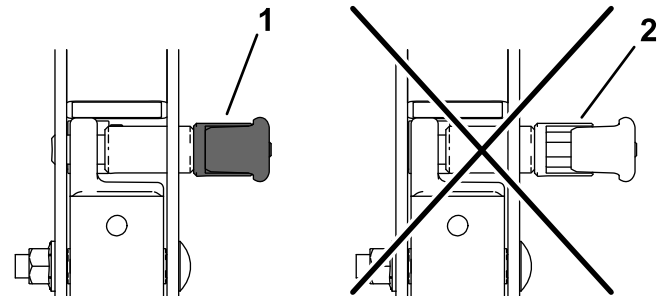

Figura 61
**Nota:** Puede ser necesario empujar hacia adelante o tirar hacia atrás de la parte superior de la barra antivuelco para que se bloqueen completamente ambos pomos (Figura 60 y Figura 61).